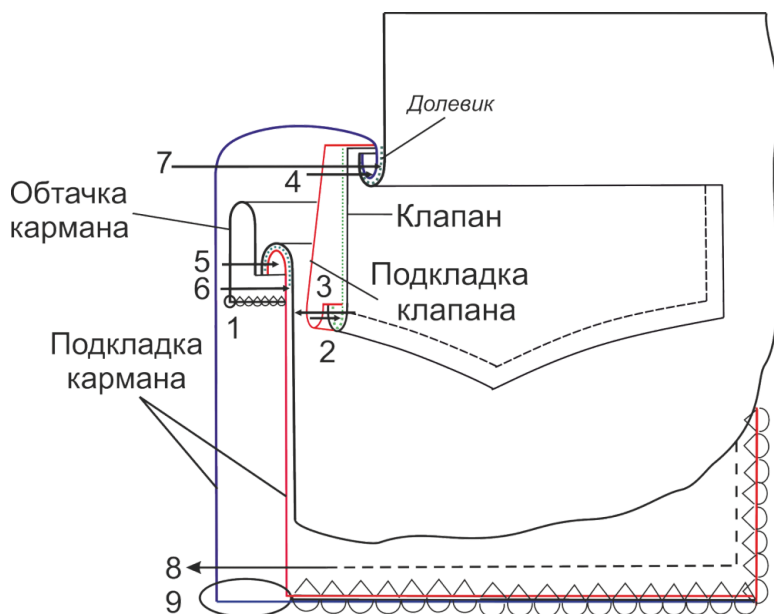

Рис. 1. Схема обработки нижнего кармана
6. Обработайте прорезные карманы с клапанами, ориентируясь на представленную схему (рис. 1), в таком порядке:
- обметайте нижний срез обтачки кармана (строчка 1, рис. 1);
- заутюжьте обтачку кармана 1:3 (рис. 1);